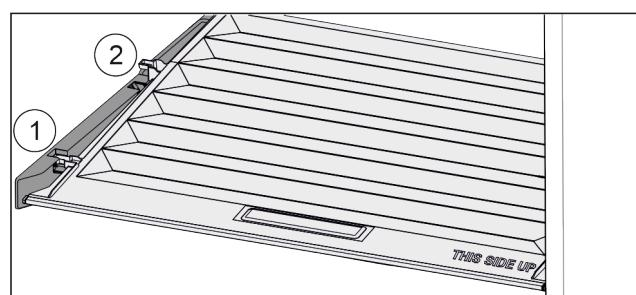

Fig. 53
- Потянуть крышку до отверстия в поддерживающих деталях вперед Fig. 53 (1).
- Поднять сзади снизу и извлечь Fig. 53 (2) движением вверх.